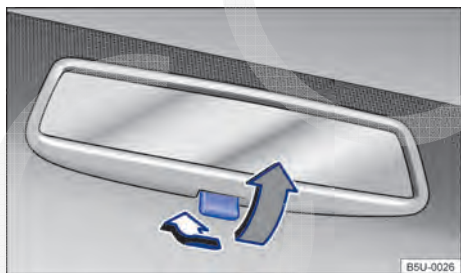

Fig. 70 No para-brisa: espelho retrovisor interno com antiofuscante manual.
- Posição noite: puxar a alavanca ⇒ Fig. 70 (seta cinza), para evitar o ofuscamento dos faróis dos veículos que trafegam atrás.